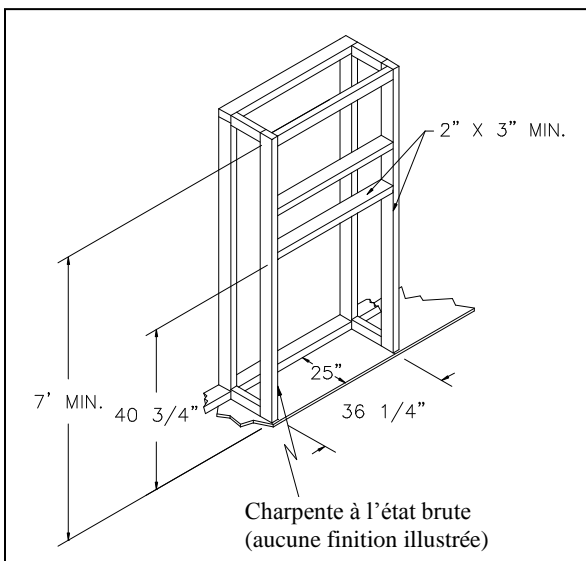

Figure 8
- Encadrez le foyer avec des colombages verticaux sur les côtés, du plancher au plafond (voir figure 8). Si vous utilisez un revêtement combustible, placez les colombages en retrait du rebord avant du foyer, d'un espace équivalant à l'épaisseur du matériel de revêtement afin que le revêtement puisse être installé de façon à ce qu'il soit au même niveau que le devant du foyer. Encadrez les renforts entre les colombages uniquement comme décrit ci-dessous :